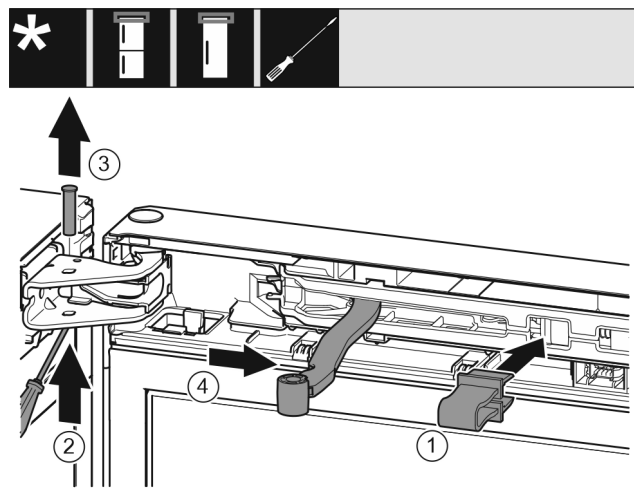

Fig. 9
- ▶ Zabezpieczenie zazębnić w otworze. Fig. 9 (1)
- ▶ Sworznie wysunąć przy pomocy śrubokręta. Fig. 9 (2)
- ▶ Sworznie wyjąć w górę. Fig. 9 (3)
- ▶ Przegub obrócić w kierunku drzwi. Fig. 9 (4)